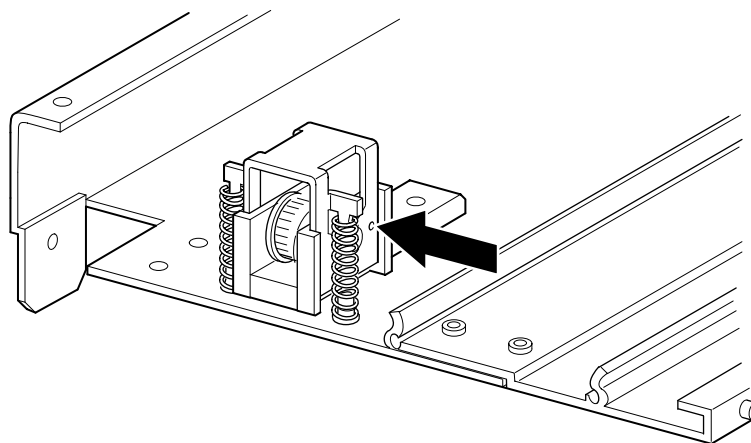

図2-19: テンショナー ランプおよびアイドル プーリーのゼロ ポイント
2. 大型のペーパー クリップを穴に通します。これにより、アイドル プーリーがゼロ位置にセットされます (図2-19を参照)。